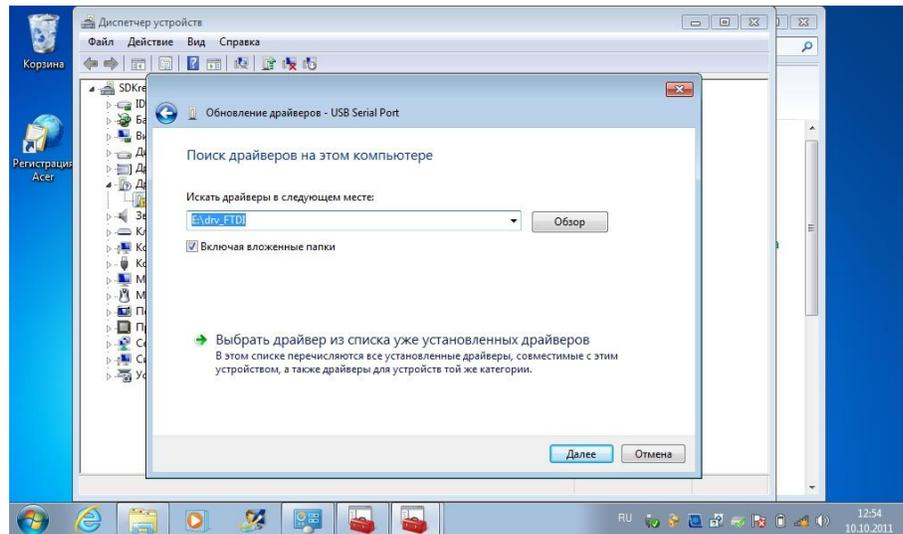

Рис. 6
11. Выбираем пункт «Обзор» и находим папку «drv_FTDI» в корне компакт-диска или карты памяти SD. Буква устройства зависит от конкретного компьютера. В данном случае «E:» рис. 6.